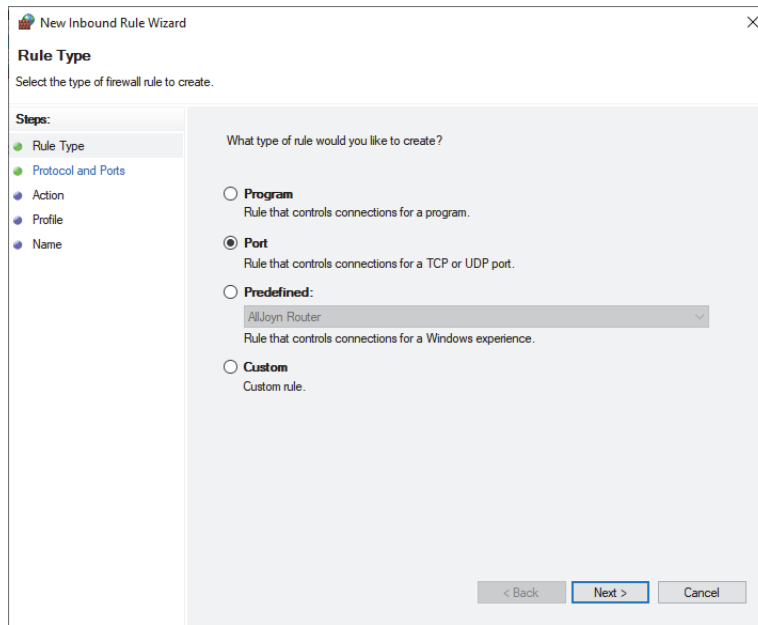

Figura 1-11 Cuadro de diálogo New Inbound Rule Wizard: Puerto
3. En el cuadro de diálogo **New Inbound Rule Wizard** (Asistente para nuevas reglas de entrada), seleccione **Port** (Puerto) [Figura 1-11 en la página 35].